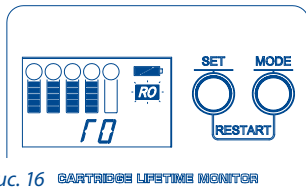

Рис. 16 CARTRIDGE LIFETIME MONITOR
c. Последовательно нажимайте кнопку MODE, пока на дисплее не покажется надпись RO и начнет мигать значок RO (Рис. 16).